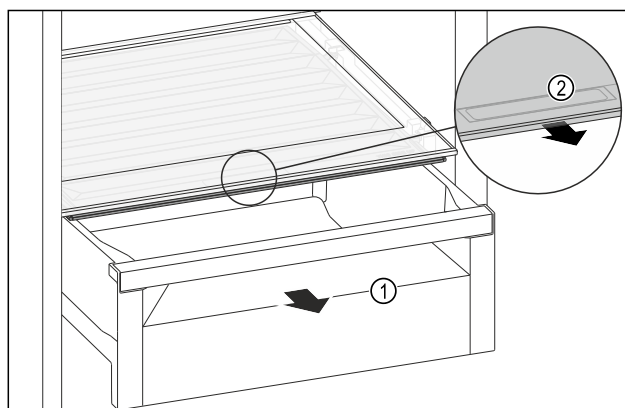

Fig. 116
- ▶ Extraer el compartimento Fig. 116 (1).
- ▶ Agarrar el tirador empotrado Fig. 116 (2) en la tapa del compartimento y tirar de la tapa del compartimento hacia delante al mismo tiempo.